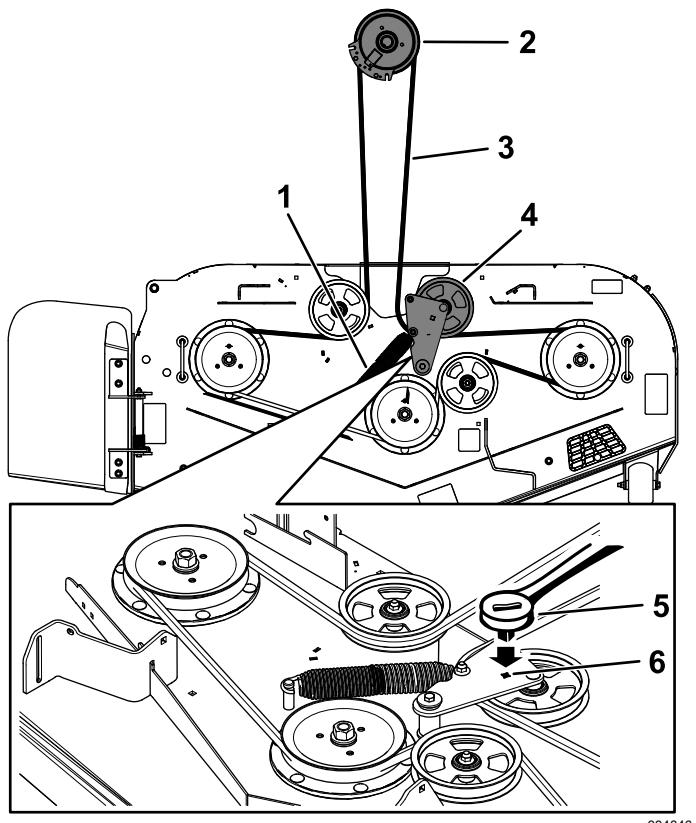

Bild 18
1. Setzen Sie eine $\frac{3}{8}$ " Ratsche in das rechteckige Loch im Spannarm ein, um die Spannung an der Spannscheibenfeder zu lösen (Bild 18).
- 14. Verlegen Sie den Mähwerkriemen um die gefederte Spannscheibe (Bild 18).